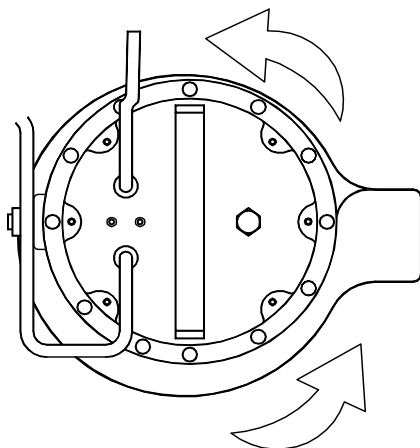

Fig. 2
3. Osservare attentamente il contraccollo all'avviamento, guardando l'elettropompa dall' alto. Se il senso di rotazione è giusto, la calotta superiore si muoverà in senso antiorario come indicano le frecce nel disegno (FIG 2).